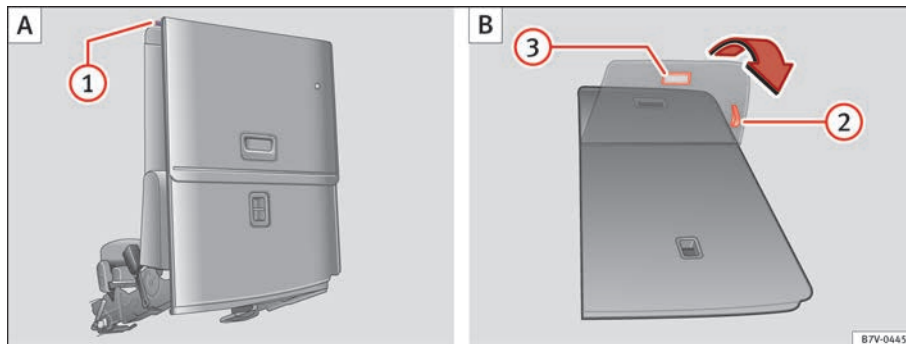

Fig. 90 Tercera fila de asientos: plegar el asiento trasero para cargar (A) y colocarlo de nuevo (B).
- En caso necesario tire de la palanca ⇒ fig. 90 ② para desplazar la banqueta hacia la posición deseada.
- Tire del asa ⇒ fig. 90 ② para recolocar la bandeja del asiento.
- Tire de la maneta ③. El asiento completo se pliega hacia atrás.